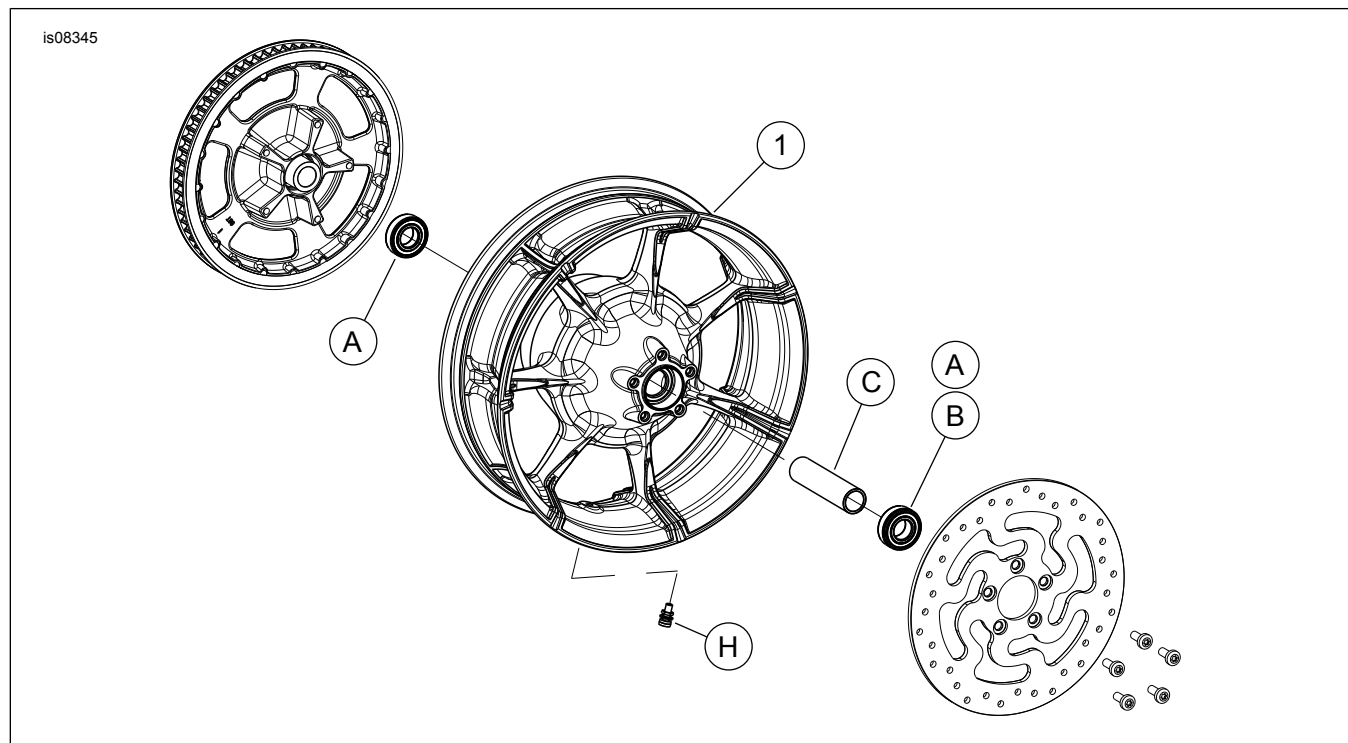

Figura 1. Peças de reposição: Rodas traseiras Slicer
Veja Figura 1 e as tabelas de peças de reposição.
2. Veja Figura 1. Instale o conjunto da haste de válvula (H) na roda. Consulte o Manual de serviço.